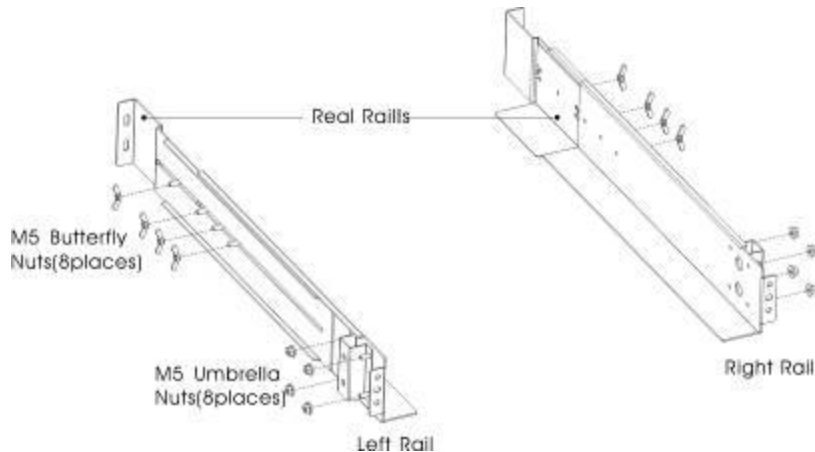

Abb. 4: Befestigen der Schienen
1. Bauen Sie die linke und rechte Schiene mit den rückwärtigen Schienen zusammen – wie in Abb. 4 sichtbar. Ziehen Sie die Schrauben noch nicht fest. Passen Sie jede Schiene der Tiefe Ihres Racks an.
3. Ziehen Sie die vier M5 Muttern seitlich für den Schienenzusammenbau fest (s. Abb. 4).